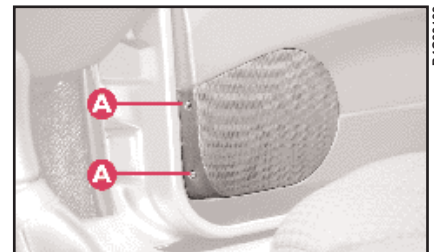

fig. 90
– per gli altoparlanti nelle porte, svitare le viti A (fig. 90) ed asportare la griglia di protezione.